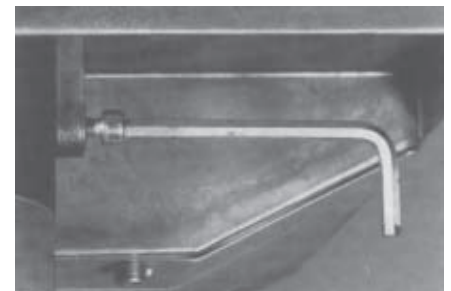

Abb. 35
- Klemmschraube für Gasrohr 1-2 Umdrehungen lösen (Abb. 35)
Klemmschraube (Abb. 35) nach Zusammenbau des Brennergehäuses unbedingt wieder festziehen.